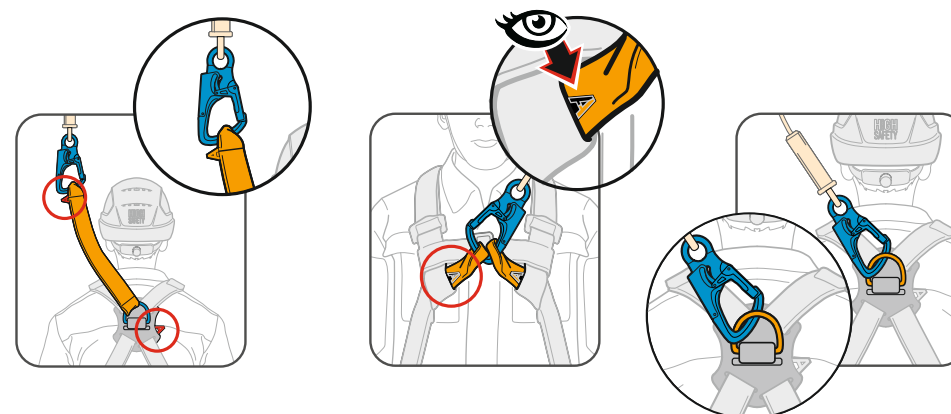

Рис. 16 Крепление соединительной подсистемы с точками крепления на привязи.
12. Соединить карабин соединительной подсистемы с точкой крепления привязи с маркировкой «А» (буква «А» должна быть полностью закрашена) (**рис. 16**) или соединив одновременно с двумя точками крепления, обозначенными двумя половинами буквы «А».